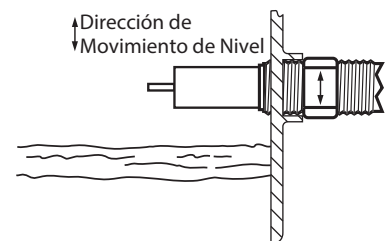

Figura 5
2. Asegúrese que el sensor esté orientado correctamente respecto al flujo (vea figuras 3 y 4) o nivel (vea figura 5).